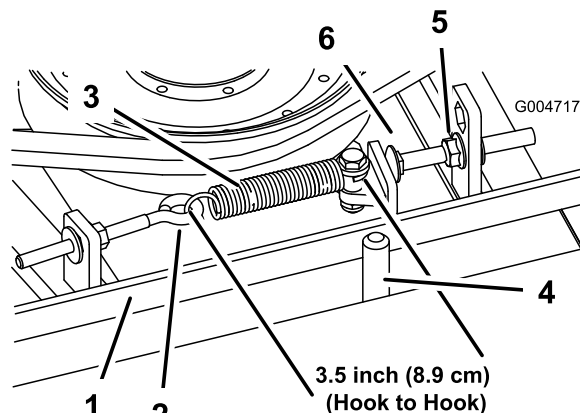

Figura 64
da carroçaria) até haver uma folga aproximada de 3 mm \pm 1,5/-0,0 mm entre a cabeça do parafuso e o braço intermédio (Figura 64).
Nota: Certifique-se de que a correia está colocada no lado da mola do guia da correia (Figura 64).
2. Desaperte o parafuso com olhal permitindo a remoção da mola de extensão (Figura 64).
3. Desaperte a porca flangeada que fixa o pino de fecho na patilha de montagem. Puxa a porca ligeiramente para trás para permitir que o braço intermédio passe pelo pino de fecho (Figura 64). Retire a polia intermédia da correia para aliviar a tensão da correia.
8. Volte a ligar a mola de extensão (Figura 64) ao parafuso de olhal e aplique a tensão na correia como se segue: